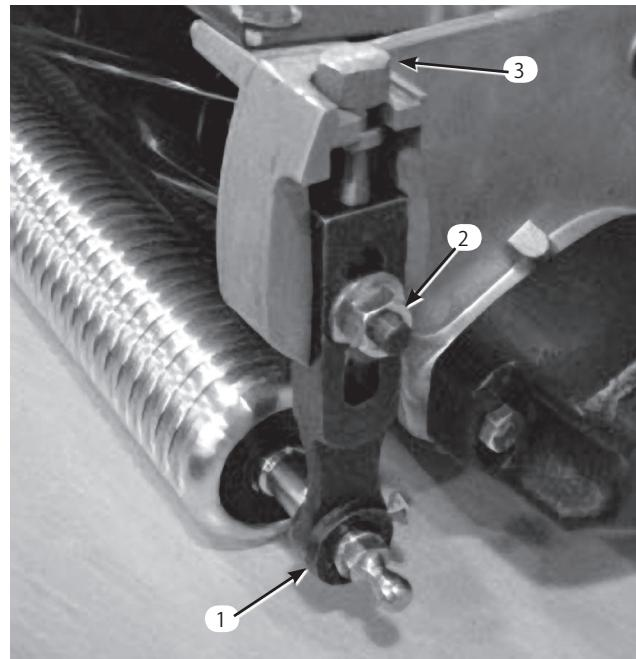

図13
1. 刈り高アームをカッティングユニットのサイドプレートに固定しているロックナットをゆるめる(図13)。